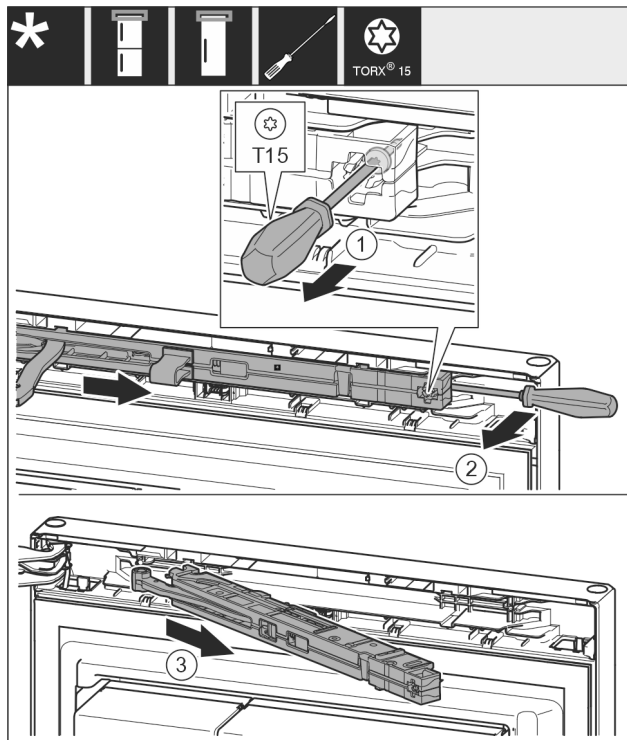

Fig. 11
- Vijak na blažilniku odvijte z izvijačem T15 za pribl. 14 mm. Fig. 11 (1)
- Na strani ročaja zataknite izvijač za enoto blažilnikov za zapiranje vrat in jo obrnite naprej. Fig. 11 (2)
- Izvlecite enoto blažilnikov za zapiranje vrat. Fig. 11 (3)